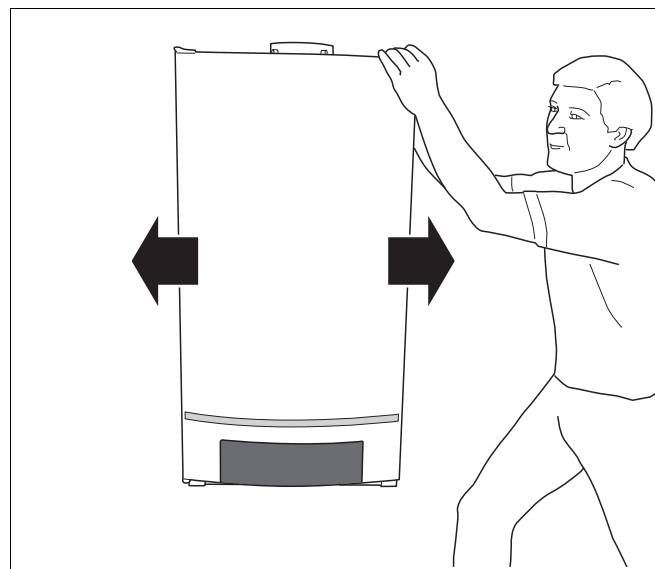

Fig. 8 Împingeți cazanul de încălzire
- Împingeți cazanul de încălzire în poziția corectă (fig. 8).